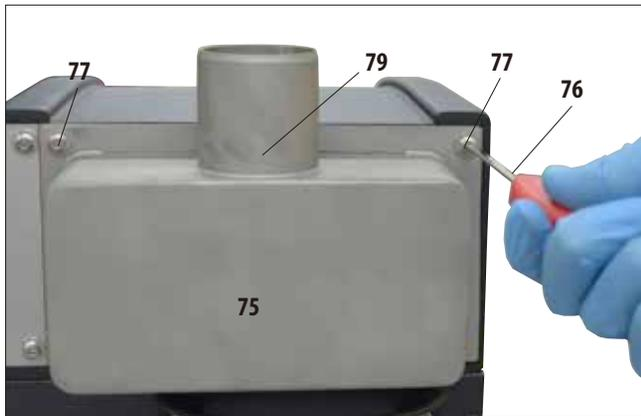
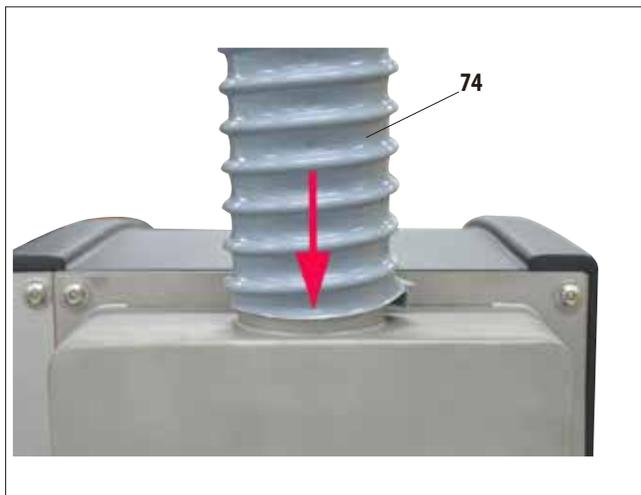

Abb. 23
Abb. 24
- Nun den Abluftschlauch (74) mit einem Ende auf das nach oben gerichtete Rohr (79, Abb. 23) des Flansches aufstecken und bis zum Anschlag nach unten schieben (Abb. 24).